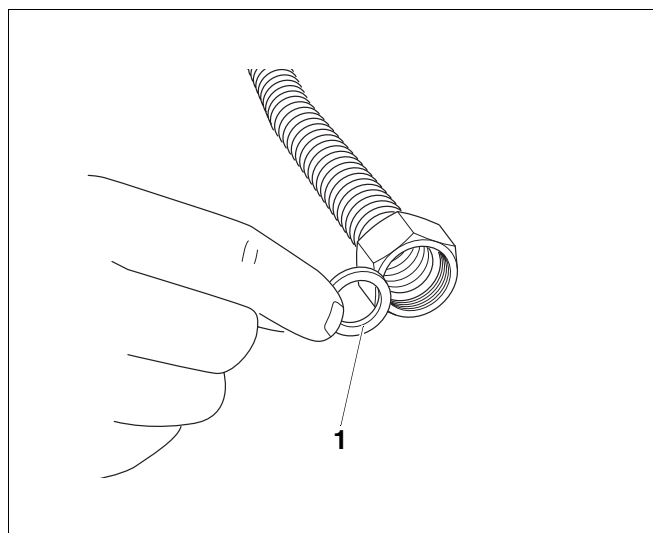

Fig. 4 Installare
- Inserite la guarnizione piatta (fig. 4, **pos. 1**).